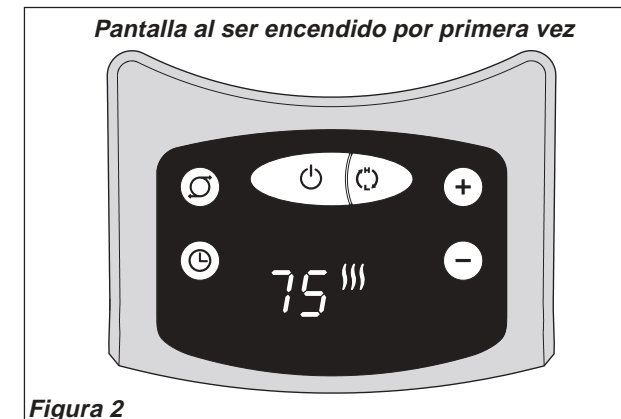

Figura 2
7. Al encender el Calefactor, la unidad estará en calor ALTO (|||) (1500 vatios) y mostrará la temperatura actual de la habitación (Figura 2)